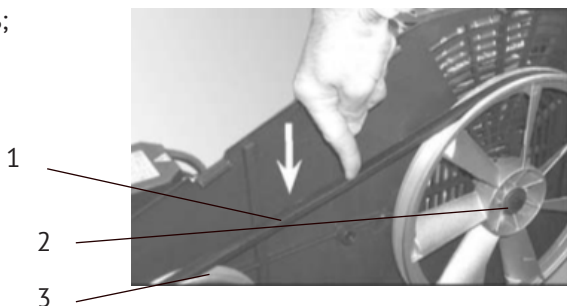

рис. 3
8.5 Проверка натяжения и замена приводного ремня (см. рис.3).
- сдвинуть двигатель в направлении компрессорного блока для ослабления натяжения приводного ремня (рис.3 поз.1);
- снять использованный ремень, очистить ведущий (рис.3 поз.3) и ведомый (рис.3 поз.2) шкивы от загрязнений;
Нормальным считается натяжение ремня, если при нажатии на его ветвь (см. рис.3) с силой около 35 Н, прогиб ремня составляет 5 – 6 мм.